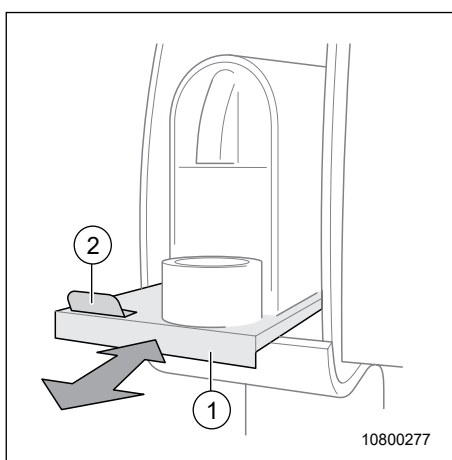

Fig. 116 Cafetière à capsules dans le placard de pavillon S-Wave
2. Sortir le système coulissant pour machine à café (Fig. 116, pos. 1) jusqu'en butée à l'aide de la poignée (Fig. 116, pos. 2).
2. Rentrer le système coulissant pour machine à café (Fig. 116, pos. 1) à l'aide de la poignée (Fig. 116, pos. 2) jusqu'en butée dans le placard de pavillon.